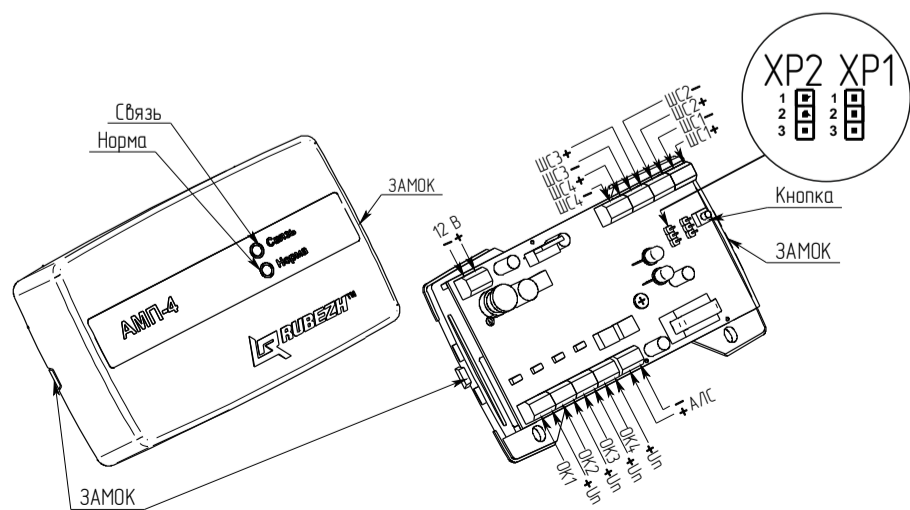

Рисунок 1
2.7 Адресная метка имеет четыре транзисторных ключа (выходы ОК1, ОК2, ОК3, ОК4 на рис.1) типа открытый коллектор (30 В, 0,5 А) с защитой от короткого замыкания.
4.2 На плате адресной метки имеется кнопка (см. рисунок 1). Кнопка предназначена для тестирования связи с прибором, а также для определения адреса устройства в АЛС и задания нового.
Защитный сброс ИП представляет собой кратковременное обесточивание шлейфа на 3 с и последующий контроль срабатывания ИП через 15 с после запитывания шлейфа. Возможно выключение функции защитного сброса перестановкой перемычек на контакты 2 и 3 разъемов ХР1, ХР2 (см. рисунок 1).
На контакты 2 и 3 разъемов ХР1, ХР2 (см. рисунок 1) должны быть установлены перемычки.